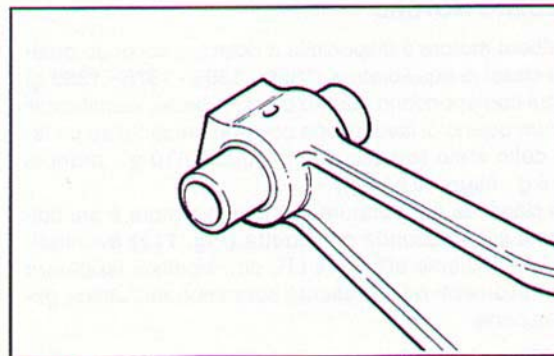

Fig. 109 ▲
- introdurre lo spinotto nella boccola e verificare che scorra liberamente (Fig. 109):
- insert the piston pin in the bushing and ensure that it moves freely (Fig. 109):